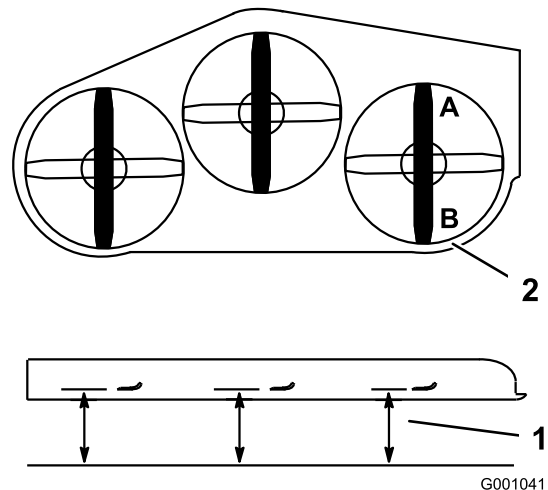

**Figure 63**
- Mesurez la hauteur du bâti porteur au point **A** (Figure 63).
- Mesurez la hauteur du bâti porteur au point **B** (Figure 63).